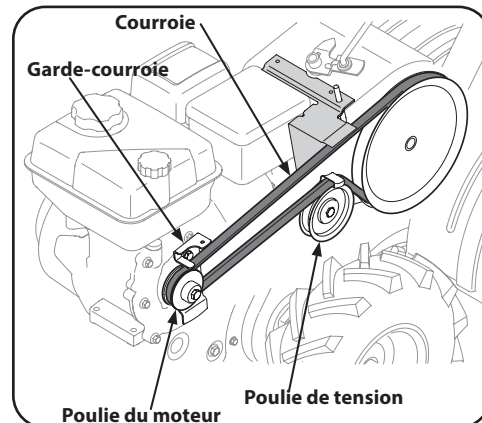

Figure 4-3
3. Retirez l'écrou et la rondelle placés sur le côté du couvercle de courroie. Retirez le boulon qui se trouve à l'arrière du couvercle. Voir Figure 4-3.
4. Enlevez les deux boulons hexagonaux et les rondelles de blocage avant de retirer le garde-courroie qui se trouve derrière la poulie du moteur. Voir Figure 4-3.
5. Enlevez le boulon et l'écrou avant de retirer la poulie de tension. Voir Figure 4-3.
6. Retirez la courroie usée et installez la courroie neuve. Pour remplacer le garde-courroie et le couvercle de courroie, suivez les instructions dans l'ordre inverse. Voir Figure 4-3.